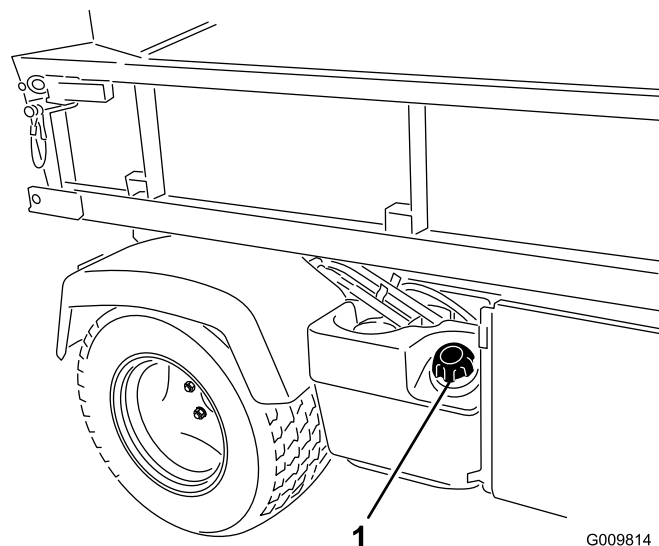

Figura 16
2. Retire el tapón del depósito de combustible (Figura 16).